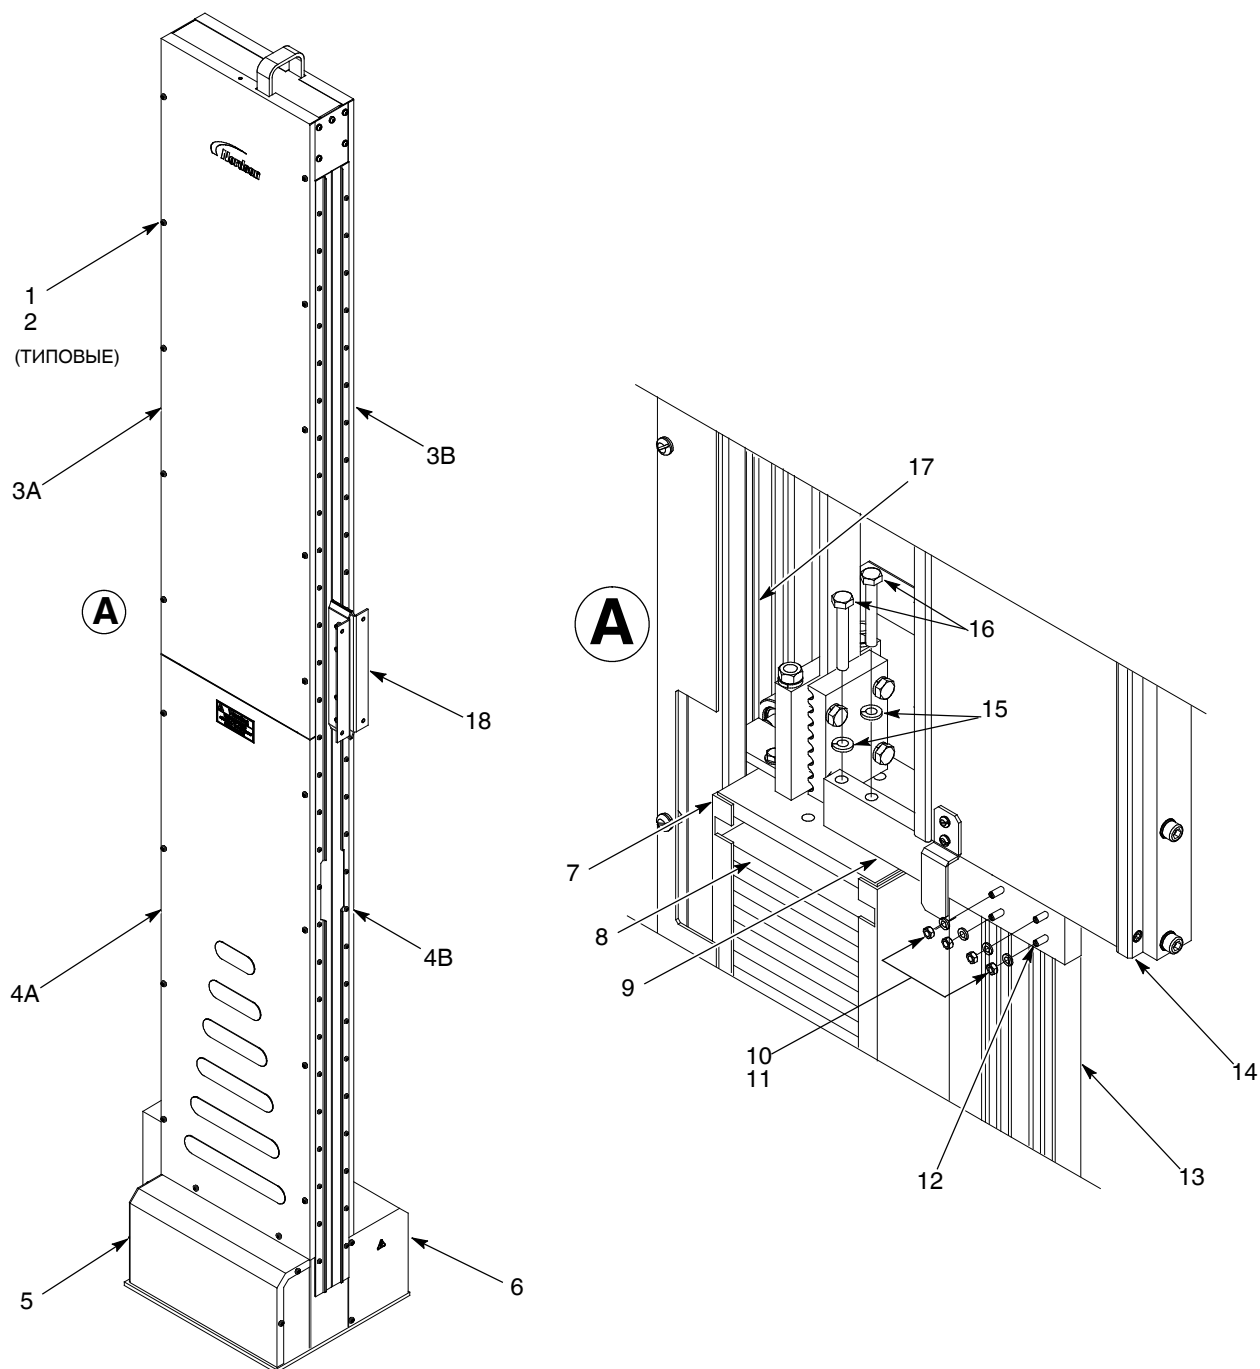
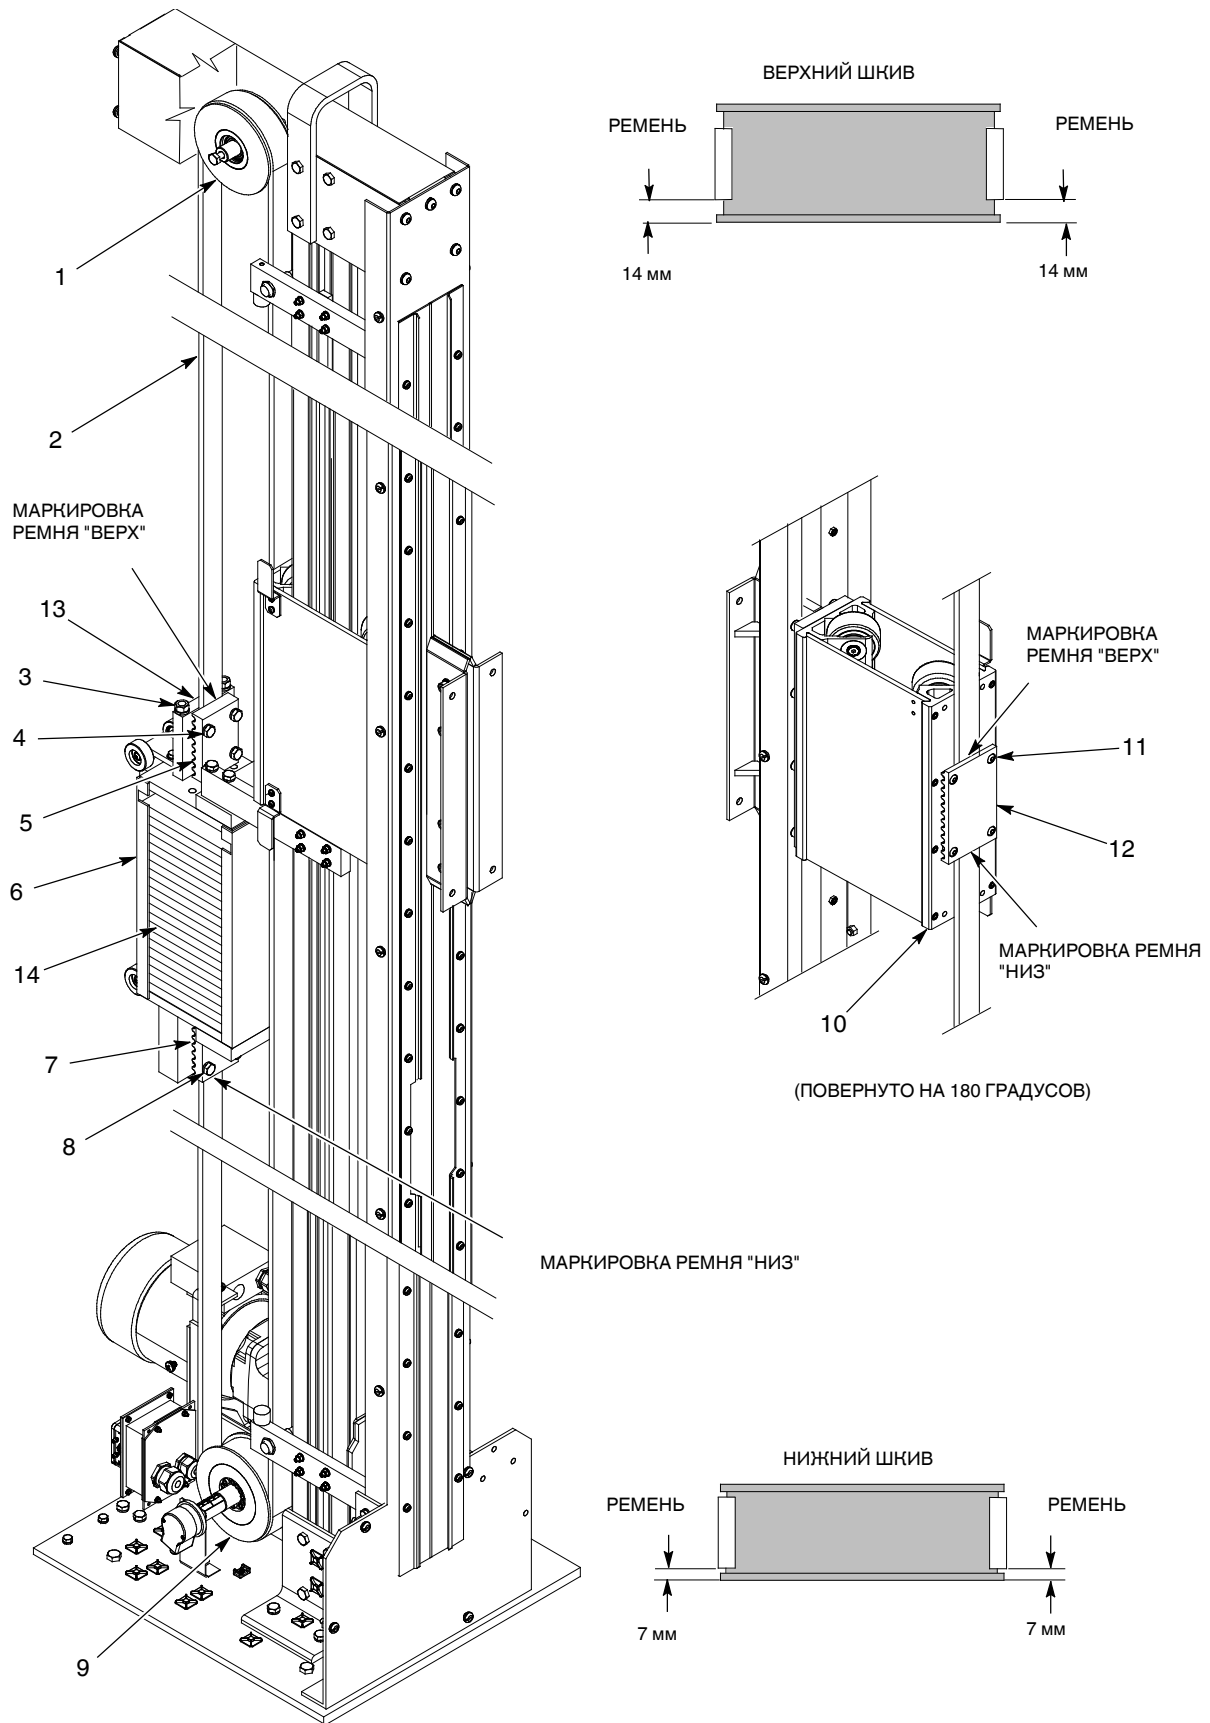
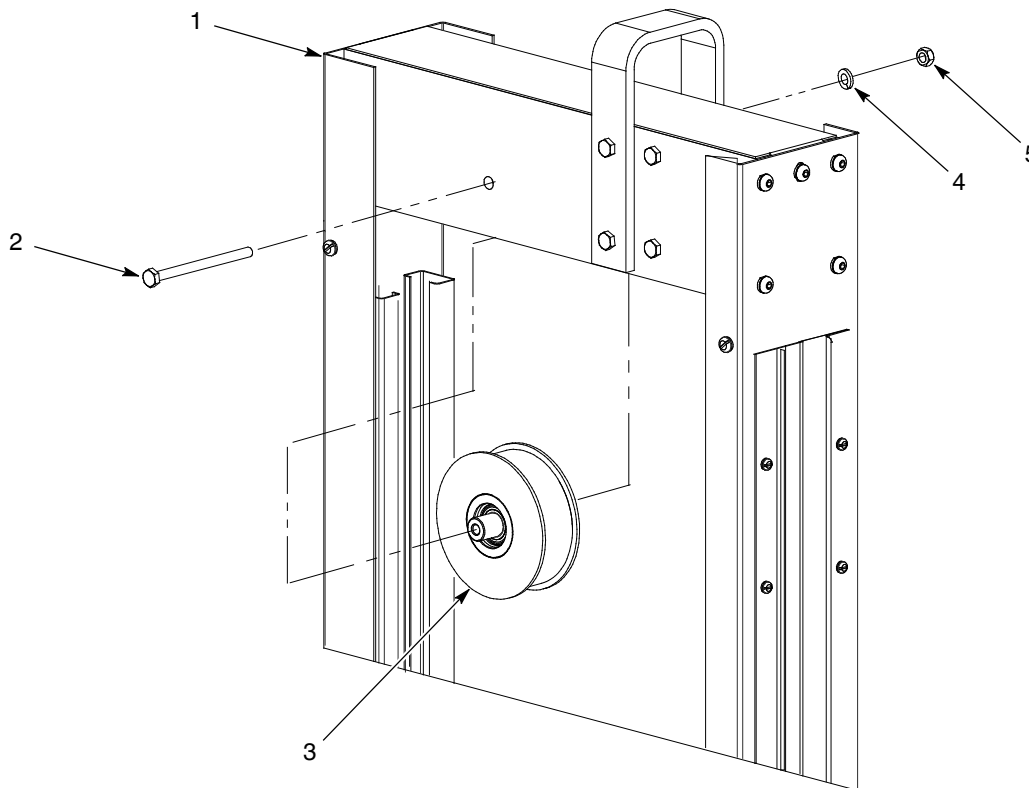
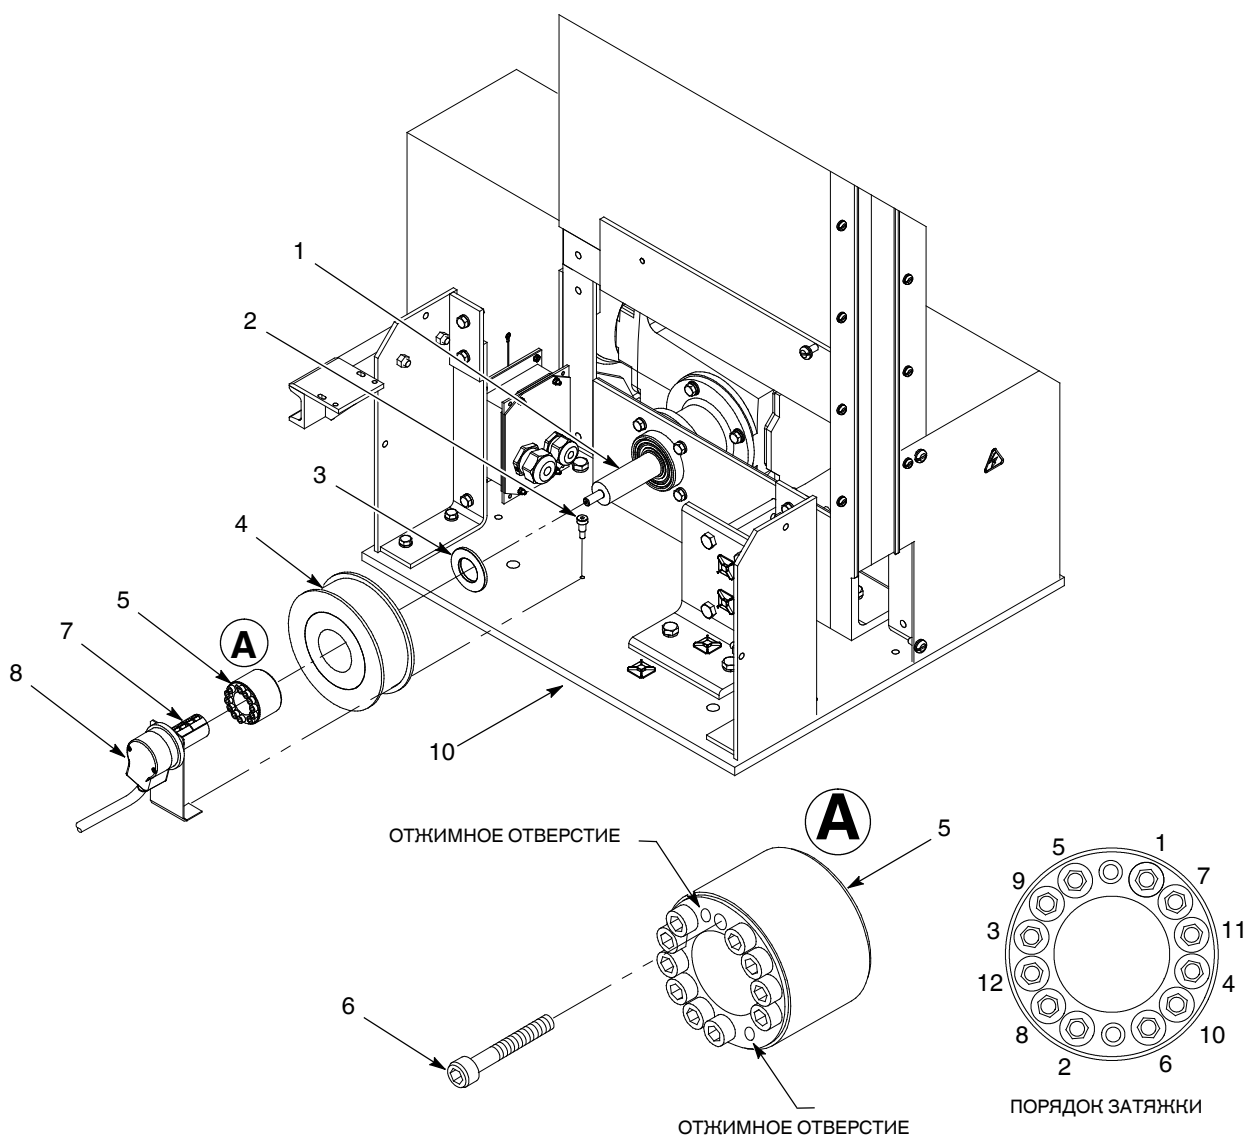

Рис. 8 Фиксирование каретки распылителей и корзины противовеса
Рис. 9 Замена ремня
Рис. 11 Замена верхнего шкива
Рис. 12 Замена нижнего шкива
2. См. рис. 8. Вывернуть винты (1) и снять шайбы (2) крепления боковых панелей (3А, 4А) на манипуляторе со стороны кодера, а затем снять крышку кодера (5). При выполнении ремонта верхнего шкива или роликов каретки распылителей снять панели (3В, 4В) со стороны электродвигателя (6).
- a. Сдвинуть ручную каретку распылителей (14) до положения, в котором ее нижняя поверхность установится чуть выше корзины противовеса (7).
- b. Вставить болты с Т-образной головкой (12) с задней стороны стопорного кронштейна (9). Смонтировать стопорный кронштейн на корзине противовеса (7) с помощью стопорных шайб (15) и винтов (16). Надежно затянуть винты.
- c. Сдвинуть ручную каретку распылителей (14) вниз до соприкосновения с верхней стороной стопорного кронштейна (9).
- d. Вставить болты с Т-образной головкой (12) в направляющую (13) каретки распылителей. Поставить стопорные шайбы (11) и гайки (10) на болты с Т-образной головкой. Надежно затянуть гайки.
4. Пометить положение каретки распылителей на направляющей (13) каретки распылителей.
5. Пометить положение корзины противовеса на направляющей (17) корзины противовеса.
2. См. рис. 9. Пометить ремень следующим образом:
- a. Провести линию по верхнему держателю ремня (5) и пометить ремень маркировкой ВЕРХ.
- b. Провести линию по нижнему держателю ремня (7) и пометить ремень маркировкой НИЗ.
- c. Провести две линии сверху и снизу зажима (12) держателя каретки и пометить ремень маркировкой ВЕРХ и НИЗ.
3. Ослабить натяжные гайки (3) сверху держателя ремня (13).
4. Ослабить винты (11) крепления держателя (12) зажима ремня к каретке распылителей (10).
- a. Ослабить винты (8) крепления ремня (2) к нижнему держателю ремня (7).
- b. Ослабить винты (4) крепления ремня к верхнему держателю ремня (5).
- c. Снять ремень (2) с держателей ремня.
6. Снять ремень (2) со шкивов (1, 9). Извлечь ремень между кареткой распылителей (10) и держателем (12) зажима ремня каретки.
2. См. рис. 9. Выполнить следующее:
- a. Вставить ремень (2) в нижний держатель ремня (7) корзины противовеса.
- b. Проверить, чтобы ремень был центрирован край к краю и вошел в зацепление с 8 зубцами на держателе ремня. Убедиться, что ремень не выступает над верхней кромкой нижнего держателя ремня. Затянуть винты (4) моментом 20 Н•м (180 in.-lb).
3. Завести ремень (2) вокруг нижнего шкива (9), между кареткой распылителей (10) и держателем ремня (12) корзины противовеса, а также вокруг верхнего шкива (1).
- a. Отвернуть натяжные гайки (3) сверху корзины противовеса (6) так, чтобы они установились вровень с верхними поверхностями резьбовых стержней.
- b. Вставить ремень (2) в верхний держатель ремня (5) корзины противовеса.
- c. Проверить, чтобы ремень (2) был центрирован край к краю и вошел в зацепление с 8 зубцами на держателе ремня (5). Убедиться, что ремень не выступает под нижней кромкой держателя ремня. Затянуть винты (4) моментом 20 Н•м (180 in.-lb).
- d. Проверить, чтобы ремень был центрирован край к краю на верхнем и нижнем шкивах, как показано на рис. 9. Ремень центрирован, если расстояние от боковой поверхности шкива до края ремня одинаковое.
6. Проверить, чтобы ремень был центрирован край к краю в держателе ремня (12) с задней стороны каретки распылителей (10). Затянуть крепежные винты (11) зажима ремня моментом 14 Н•м (120 in.-lb).
7. См. рис. 8. Отвернуть гайки (10) и снять стопорные шайбы (11) с болтов с Т-образной головкой (12).
8. Вывернуть винты (16) и снять шайбы (15) крепления стопорного кронштейна (9) на корзине противовеса (7).
2. См. рис. 9. Ослабить натяжные гайки (3) сверху держателя ремня (13).
3. Ослабить винты (11) крепления держателя (12) зажима ремня к каретке распылителей (10).